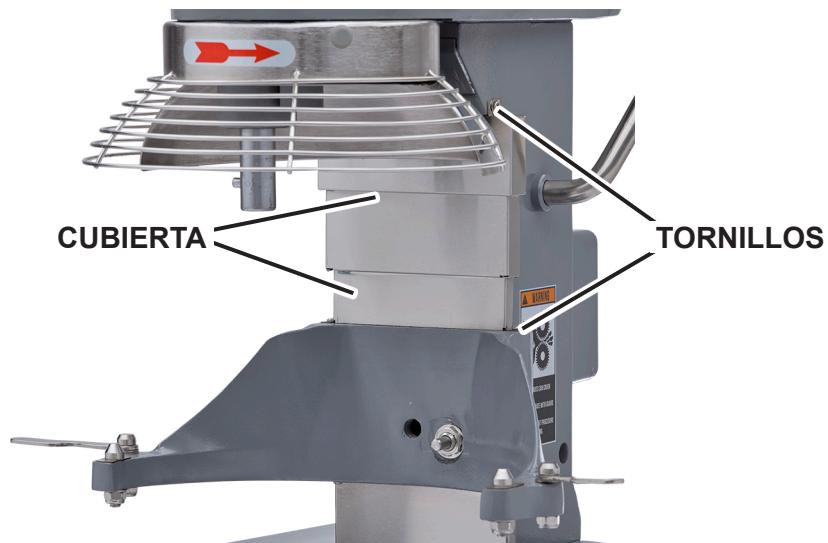

Fig. 11
- Enlevez le tablier (fig. 11) fixé par des vis.